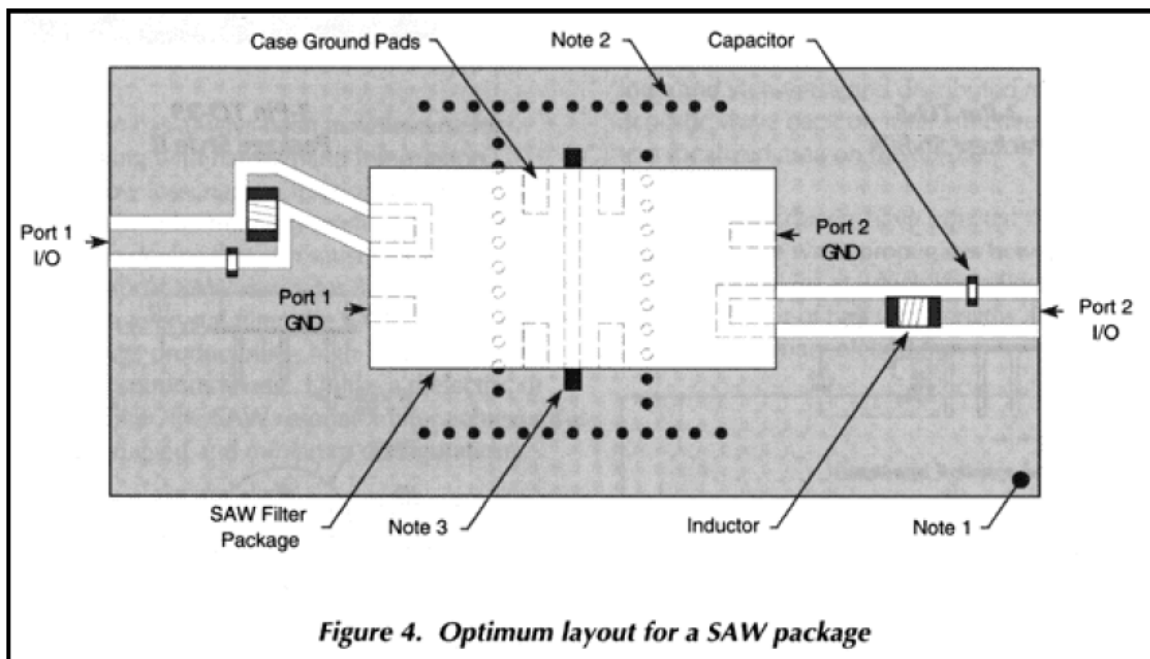

Figure 4. Optimum layout for a SAW package
2. Сквозные переходные металлизированные отверстия должны быть распределены, примерно так, как показано на рис. 4. Отметьте, что два вертикальных ряда отверстий размещены от друг относительно друга чтобы увеличить развязку.